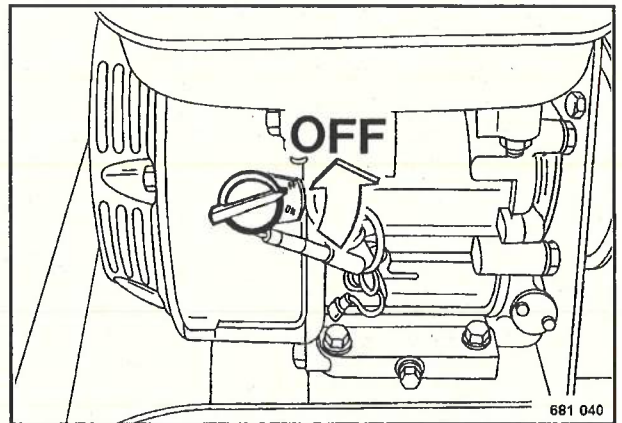

Fig. 2
- Colocar el interruptor de encendido en posición 'OFF' (Fig. 2). El motor se para.